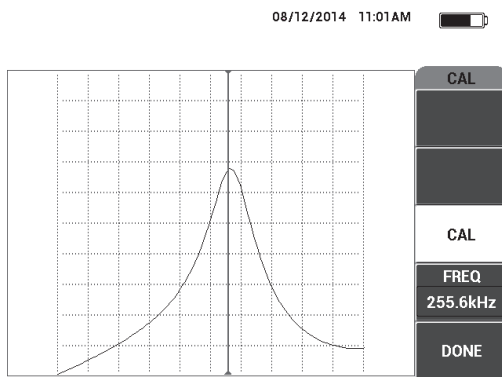

Рис. 6-47 Экран калибровки CAL
6. Нажмите **ГОТОВО** (клавиша E) [см. Рис. 6-47 на стр. 168].